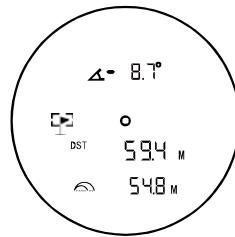

Abbildung 4
**Flagpole-Fixierung.** Halten Sie im Neigungsmodus die EIN/AUS/MESSEN-Taste gedrückt und bewegen Sie das Gerät dann leicht nach links und rechts, bis die Entfernung zum Flagpole fixiert ist und auf dem LCD-Display angezeigt wird (Abb. 4). Nachdem Sie einen Flagpole erfasst haben, vibriert das Gerät.
**Fijación de distancia a la bandera.** En el modo Pendiente, presione y mantenga presionado el botón **ENCENDER/MEDIR**, luego mueva el dispositivo ligeramente hacia la izquierda y hacia la derecha hasta que la distancia a la bandera quede fija y se muestre en la pantalla LCD (Fig. 4). Cuando la medición de la distancia a una bandera quede fija, el dispositivo vibrará.